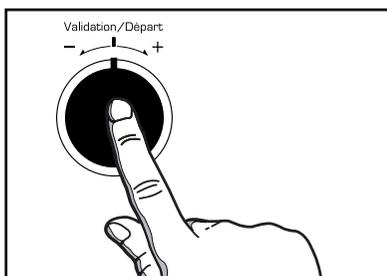

fig.4
- Appuyez sur la manette +/- pour entrer dans la fonction choisie (fig.4).
- Validez en appuyant sur la manette +/- (fig.4).